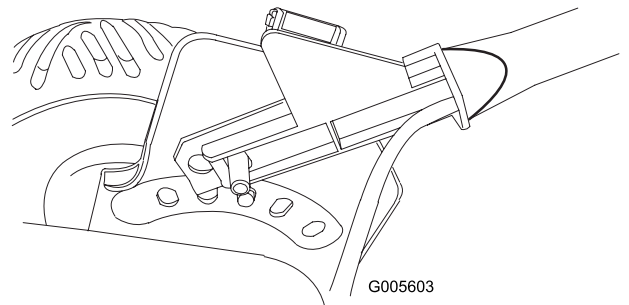

Figure 5
3. Tout en maintenant l'extrémité inférieure gauche du guidon en position, enflez le guide-câble sur l'extrémité inférieure droite, et poussez l'extrémité du guidon et le guide-câble vers l'intérieur pour les placer sur l'ergot situé sur le support droit du guidon (Figure 5).